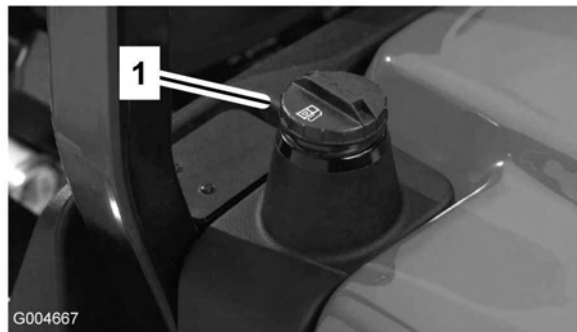

Figura 8
1. Retire a tampa do depósito de combustível (Figura 8).